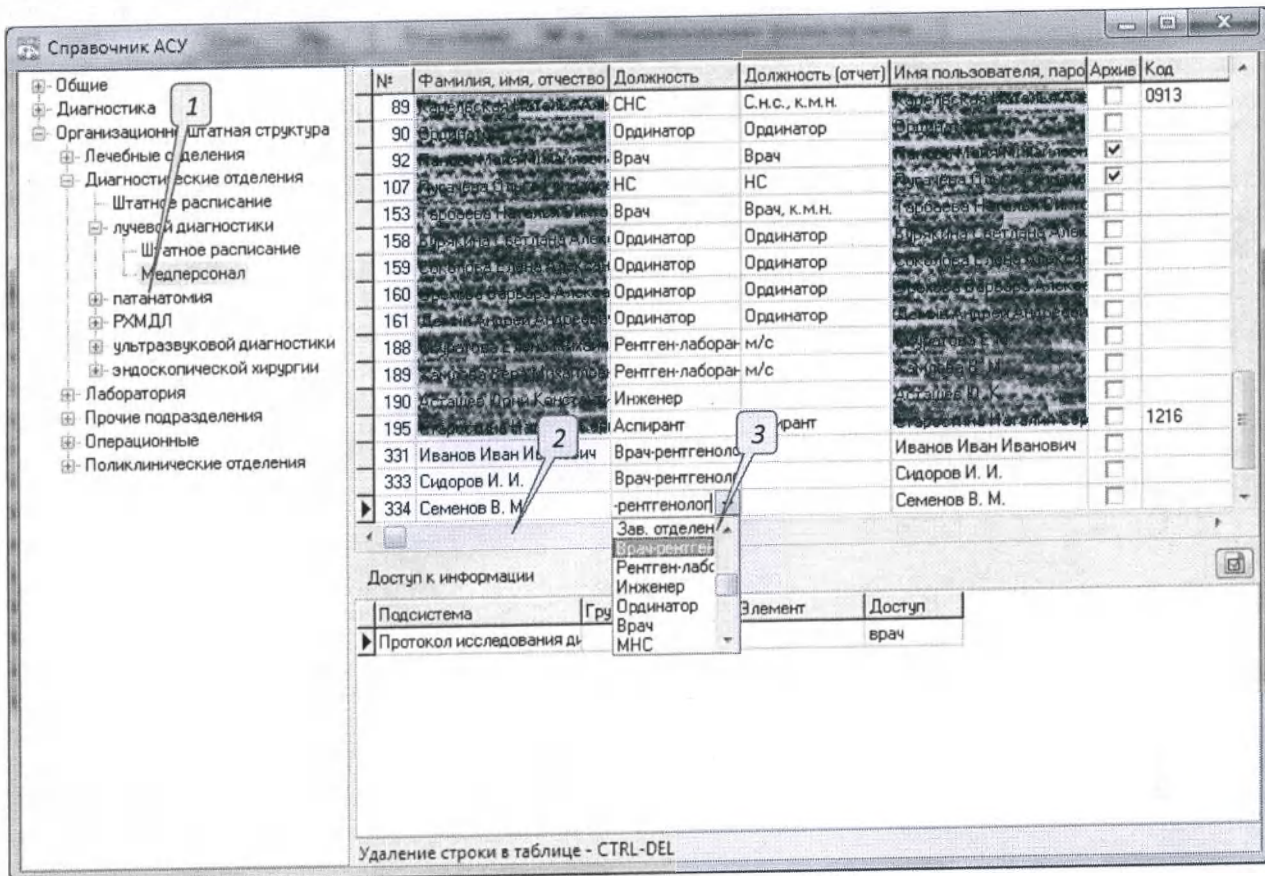

Рис. 4.44. Окно «Справочник АСУ».
Окно «Справочник АСУ» предназначено для заполнения и редактирования справочников АПК. Оно вызывается из главной формы АРМ (рис. 4.3) при нажатии кнопки «Настройка» и выборе команды «Справочник АСУ», а также из протокола исследования при нажатии одноименной кнопки (сноска 9, рис. 4.10). Вид окна представлен на рис. 4.44.
- Развернуть на левой панели окна требуемую ветвь дерева и выбрать левой кнопкой мыши раздел «Медперсонал» (сноска 1, рис. 4.44) («Организационно-штатная структура» - «Диагностические отделения» - «Лучевой диагностики» («РХМДЛ», «Ультразвуковой диагностики» и др.) – «Медперсонал»). На правой панели появится таблица со списком пользователей и таблица «Доступ к информации».
- Кликнуть левой кнопкой мыши в колонку «Фамилия, имя, отчество» таблицы со списком пользователей (сноска 2, рис. 4.44). Клавишей управления
- Кликнуть левой кнопкой мыши в колонку «Должность» и нажать по появившейся справа кнопке (сноска 3, рис. 4.44). Из выпадающего списка выбрать нужную должность.